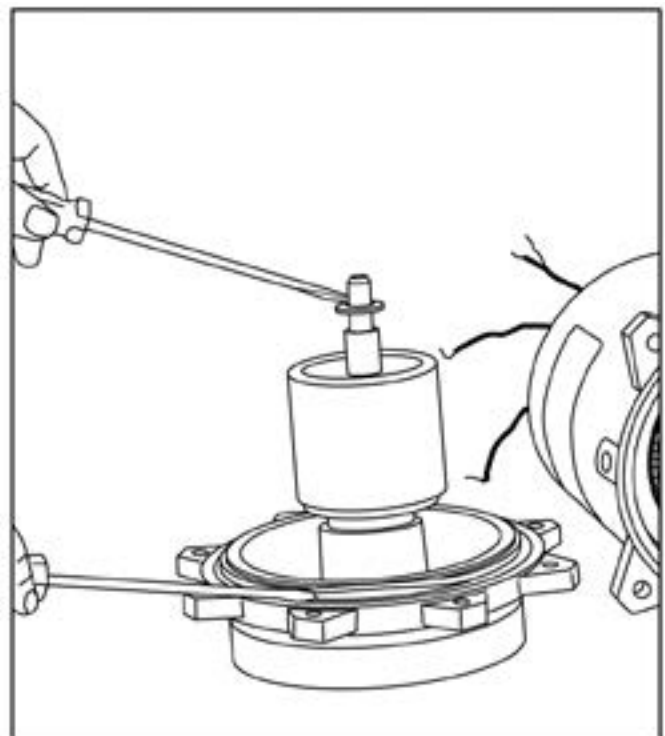

FIG. 25
12. Al volver a armar, asegúrese de que la junta tórica de caucho y la arandela de empuje estén en su lugar, como se ilustra. Fig. 25